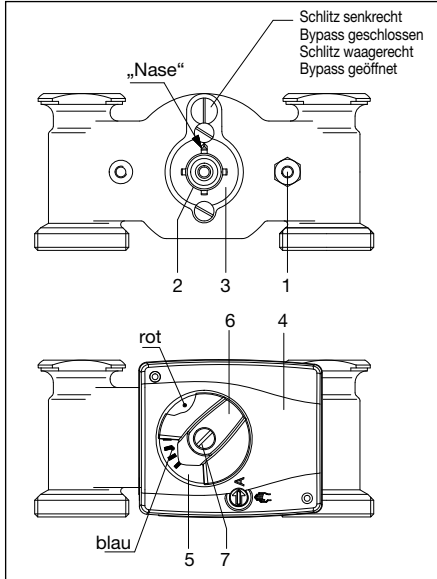

Abb. 5.7 Montage 4-Wege-Mischhahn DN25 / DN32
- Verdrehsicherung (1) fest an das Mischergehäuse montieren.
- Adapter (2) bis zum Anschlag auf das Mischerküken (3) stecken. Abflachung beachten!
- Stellmotor (4) auf die Mischerachse setzen.
- Drehrichtungsanzeige (5) gemäß Abbildung 5.7 auf den Stellmotor legen.
- Handverstellgriff (6) mit Pfeilmarke im blauen Bereich auf die Mischerantriebswelle stecken (Auslieferungszustand: Gegenuhrzeigersinn gegen Anschlag, Betriebsstellung „A“ Automatik).
- Schraube (7) mit Fächerscheibe einstecken und mit einem Drehmoment von >5Nm anziehen.